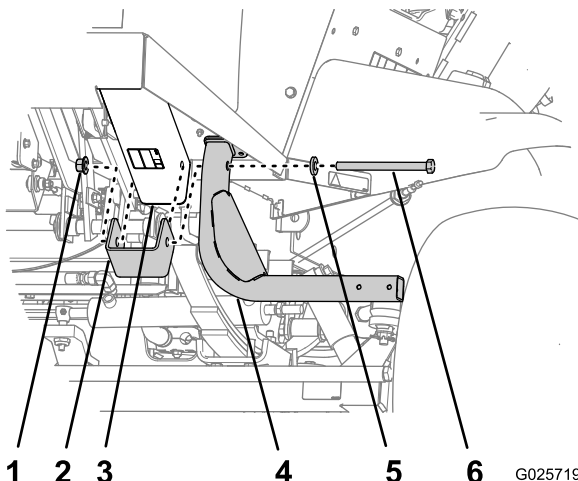

Figura 2
1. Na parte da frente da máquina, alinhe os furos no suporte do espaçador com os furos do tubo da estrutura frontal (Figura 2).
3. Prenda a montagem do degrau e suporte do espaçador ao tubo da estrutura com um parafuso de cabeça sextavada (1/2 x 6 pol.), porca de bloqueio e anilha (Figura 2).
2. Alinhe os furos da montagem do degrau com os furos no suporte do espaçador e tubo da estrutura (Figura 2).